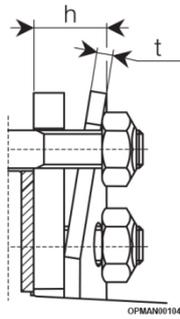

Abbildung 5.45
- 5.4.1.9 Ziehen Sie die Schrauben schrittweise an (z. B. jedes Mal eine halbe Umdrehung), um die Tellerfeder gleichmäßig auf die erforderliche Kompression „h“ zu drücken; siehe Abbildung 5.45